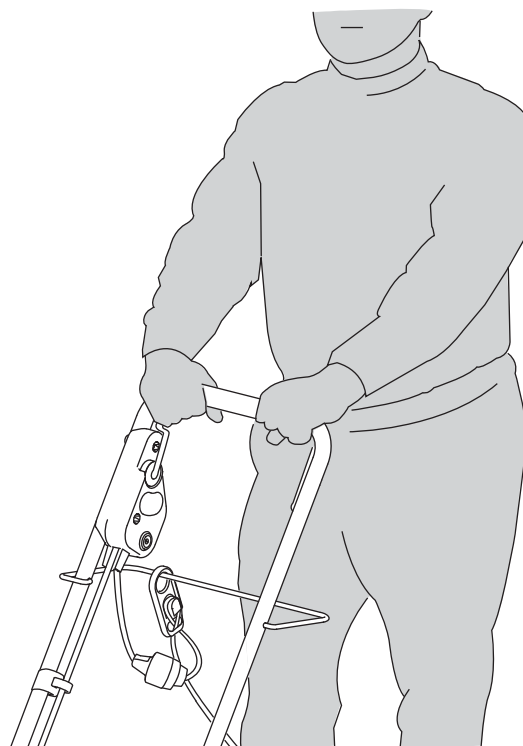

Fig. 7
6. Relâchez le démarreur (bouton rouge) et saisissez le guidon et la barre de commande des deux mains (Fig. 7).